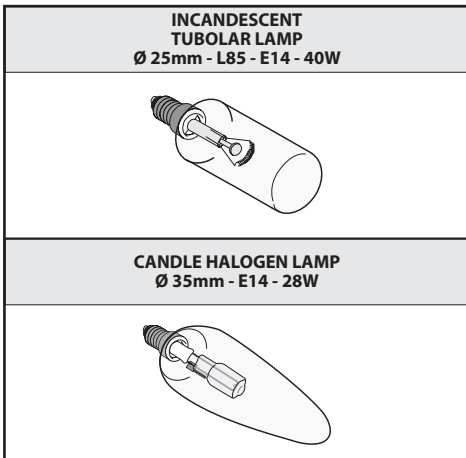

Fig.12
• **Sostituzione delle lampade a incandescenza/alogene (Fig.12):**